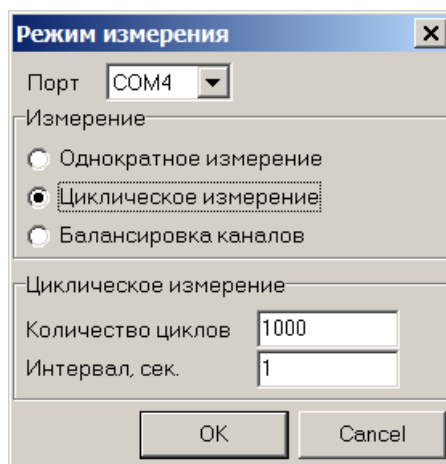

Рисунок 12- Окно выбора режима измерения.
4.4.1 Для выбора режима измерения необходимо выполнить команду Меню Измерение/Режим измерения... или нажать клавишу <F6>. При этом должно появиться окно выбора режима измерения (рисунок 12).